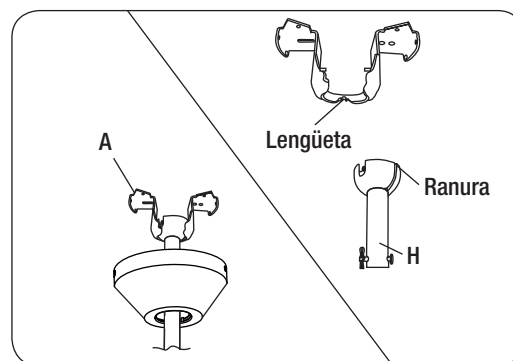

Figura 9
- Antes de realizar las conexiones eléctricas, levante con cuidado el conjunto del ventilador hasta el soporte de montaje (A).
- Si usa montaje cercano al techo, cuelgue el ventilador en el gancho del soporte de montaje (A) utilizando uno de los agujeros en el borde exterior del dosel (B).
- Si usa montaje estándar, asiente la esfera del colgador del ensamblaje del vástago de extensión (H) en el cubo del soporte de montaje (A). Asegúrese de que la muesca de la esfera del colgador del ensamblaje del vástago de extensión (H) esté apropiadamente asentada en la pestaña del cubo del soporte de montaje (A). (Figura 9)